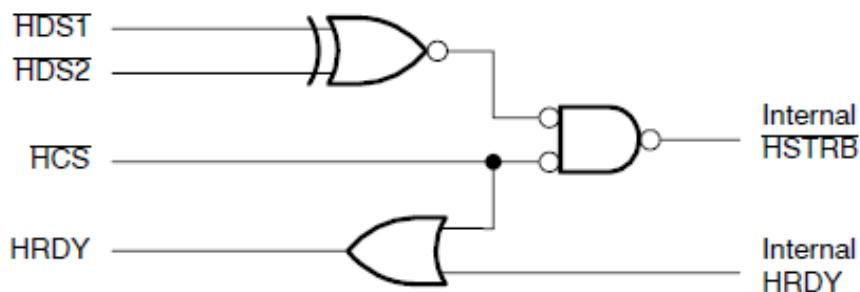

图 2. HSTROBE 信号产生逻辑
- HCS, HDS1/2: 这三个信号根据图 2 的逻辑产生内部 HSTROBE 信号, 其逻辑关系是要求 HDS1 和 HDS2 信号相反, HCS 低有效。HSTROBE 下降沿的时间点反应的是三个信号中最后跳变的信号。HPI 在 HSTROBE 的下降沿采样控制信号 HR/W, HCNTRL0/1, HWIL 以判断主机要对哪个寄存器进行读, 或者写操作命令。注意控制信号在 HSTROBE 的下降沿之前需要最少 5ns 的 setup 稳定时间, 而 HDS1/2 和 HCS 到 HSTROBE 信号内部门电路的延时是皮秒级的, 所以控制信号的 setup 时间需要外部时序保证。